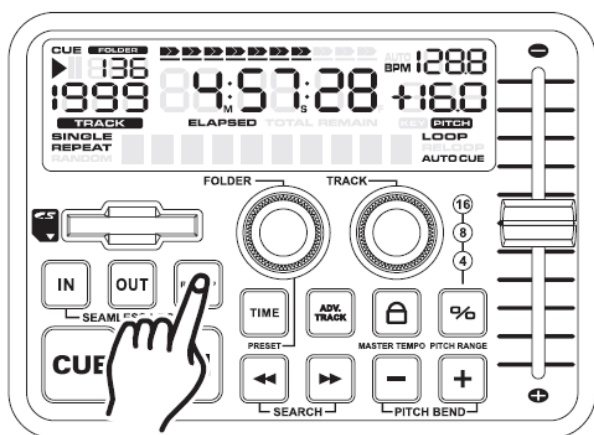

Figure 13
11. REJOUER LA BOUCLE – La fonction RELOOP (36) vous permet de revenir à votre boucle stockée à tout moment. Les LED du bouton IN (36) et du bouton OUT (36) indiquent qu'une boucle est stockée en mémoire, et peut être lue à tout moment. Pour rejouer la boucle, appuyez sur le bouton RELOOP (36) (figure 13). Les LED du bouton IN (36) et du bouton OUT (36) vont à nouveau commencer à clignoter indiquant que le mode BOUCLE PARFAITE a été activé et votre boucle stockée va être lue immédiatement.